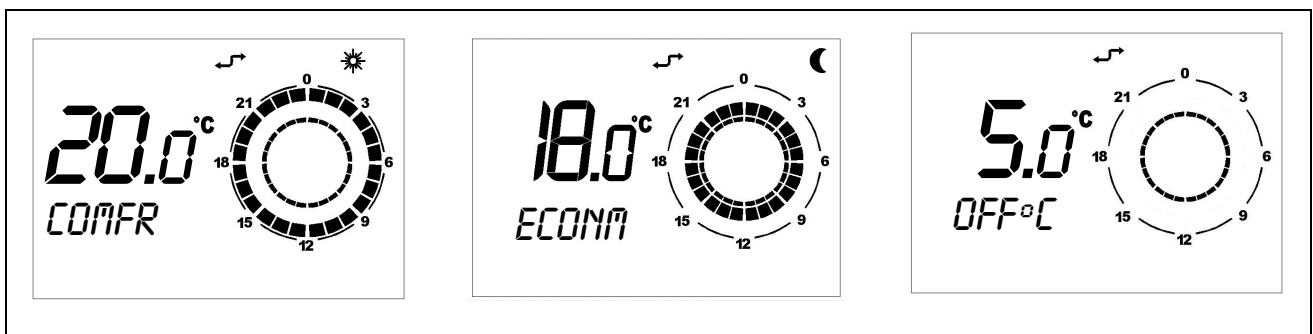

Figura 10
- Sul display in basso a sinistra comparirà la scritta *COMFR* per la programmazione della temperatura di comfort, la scritta *ECONM* per la programmazione della temperatura ridotta e la scritta *OFF°C* per la programmazione della temperatura antigelo (si intende temperatura antigelo dell'aria ambiente da non confondersi con la funzione antigelo del modulo esterno)(vedi Figura 10).